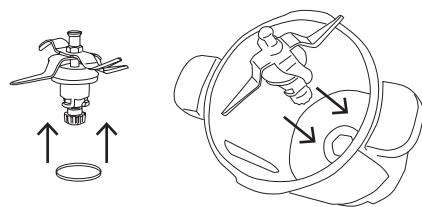

Fig.3
- Sujetar la cuchilla por la parte superior con una mano y agarre el tensor (G) con la otra mano. Colocar el tensor en la parte inferior de la cuchilla y gírela en el sentido de las agujas del reloj. (Fig. 3)